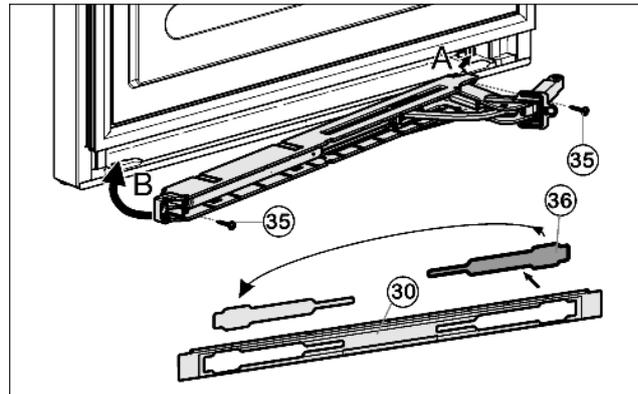

Fig. 19
- ▶ Освободите крышку Fig. 19 (36) из накладки Fig. 19 (30) и снова установите её на другой стороне.
- ▶ Зацепите (A) и поверните (B) узел амортизатора закрывания дверцы шарниром на стороне шарнира.
- ▶ Прикрутите (2 шт. Torx 15) Fig. 19 (35) узел амортизатора закрывания дверцы.